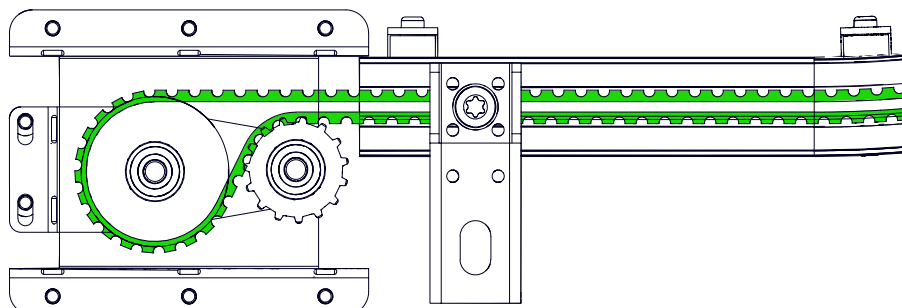

Abb. 73: Zahnriemen – Riemenverlauf in der Umlenkeinheit
9. Ziehen Sie den Riemen zur Umlenkrolle am Schienenende und legen Sie den Riemen um die Räder entsprechend Abb. 73 bis beide Riemenenden bei dem Zugwagen zusammenkommen.